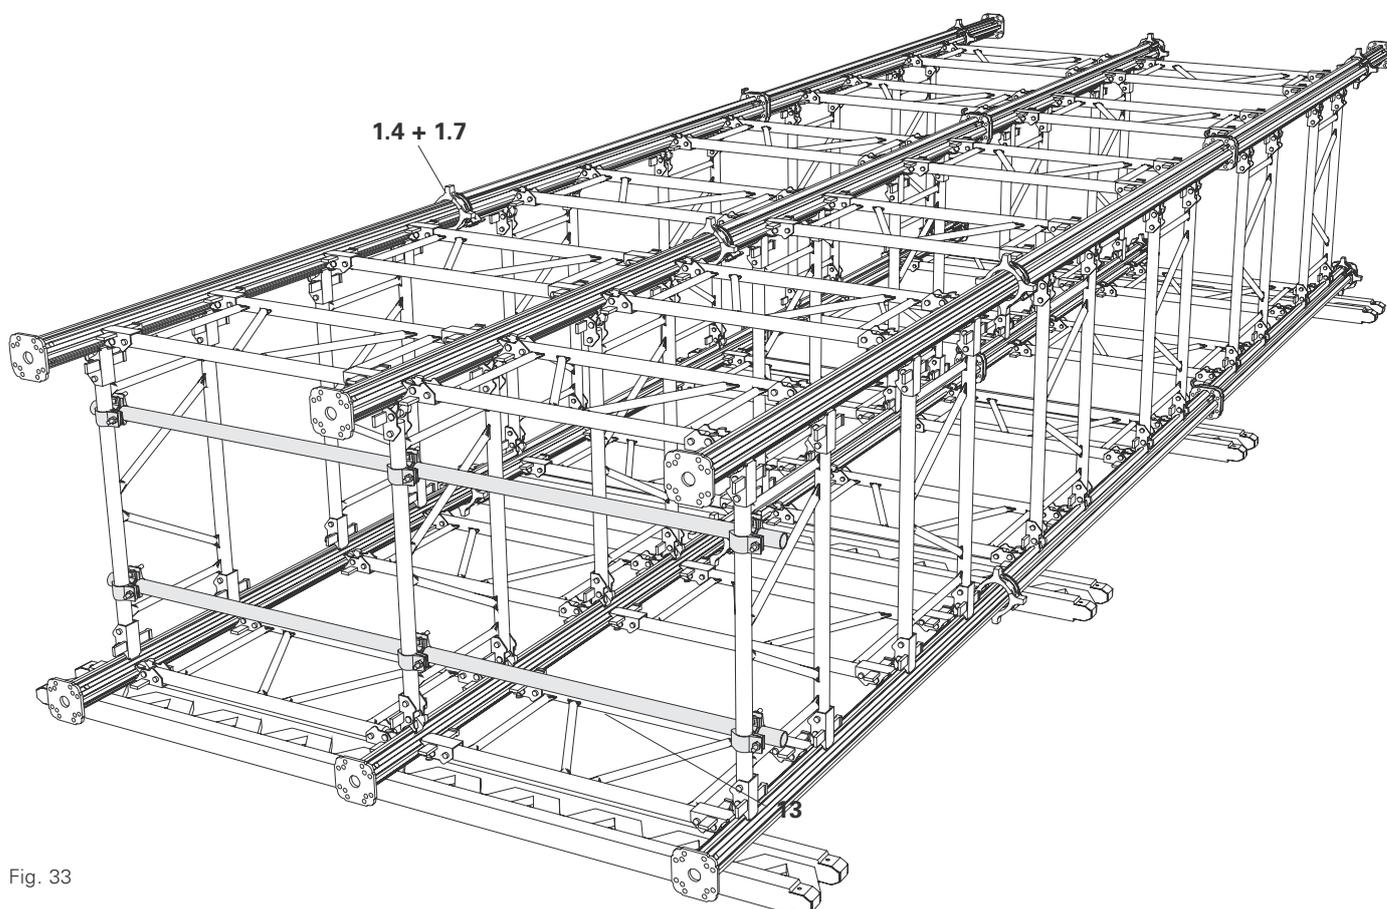

Fig. 33
- For fasthuking av kranen skal det monteres stillasrør (13) under rørene i den øverste rammen. (Fig. 33)